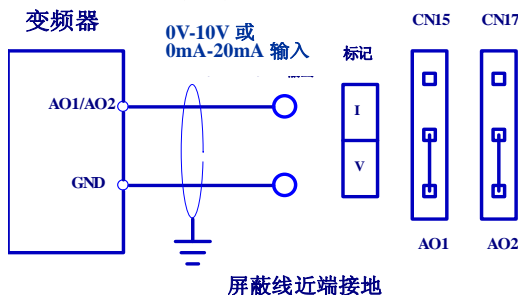

图 3-17 模拟输出端子配线图
(2) 模拟输出端子AO1、AO2外接模拟表可指示多种物理量，分别由跳线CN15、CN17选择输出电压（0/2~10V）或输出电流（0/4~20mA）。端子配线方式如图3-17：